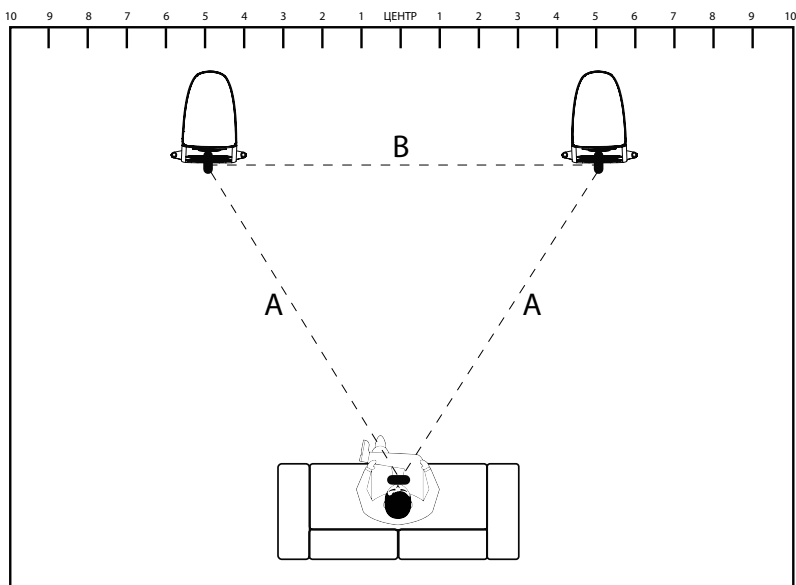

Рис. 4
1. Измерьте ширину комнаты и разделите ее пополам. Отметьте это положение у основания стены с помощью рулетки. Отмерьте расстояние до боковой стены и разделите на 10. Начиная с центра комнаты, первоначальное расположение акустических систем будет на отметке 5, слева и справа от центра (см. рис. 4). Теперь установите каждую акустическую систему на расстоянии не менее 50 см от стены, расположенной за акустической системой.
2. Определите место прослушивания, создав равнобедренный треугольник между парой акустических систем и местом прослушивания. Расстояние между парой фронтальных акустических систем (B) должно превышать $\frac{2}{3}$ расстояния до места прослушивания (A) (см. рис. 4).